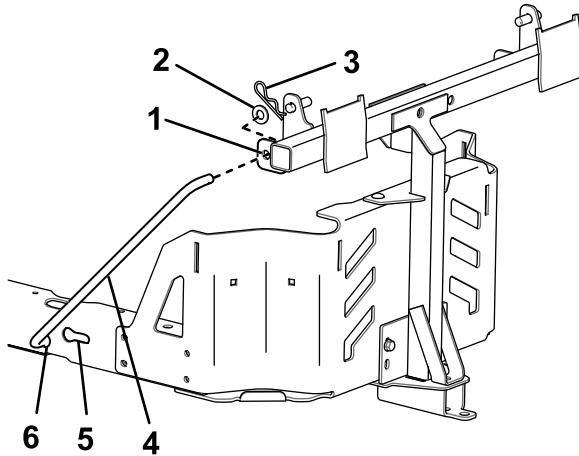

Figura 10
6. Instale el extremo doblado abocinado de una varilla en la ranura con forma de bocallave en el lado izquierdo del bastidor de la máquina y mueva la varilla hacia atrás para que se apoye en el bastidor (Figura 10).
7. Introduzca los extremos doblados de las varillas en el montaje de accesorios, según se muestra en Figura 10, y sujeté el extremo de cada varilla con una arandela y una chaveta.